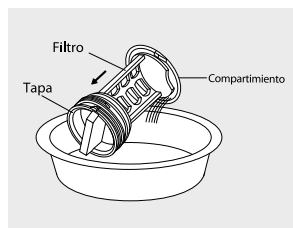

Figura 31
- Retire el filtro de su lugar. (Figura 31)